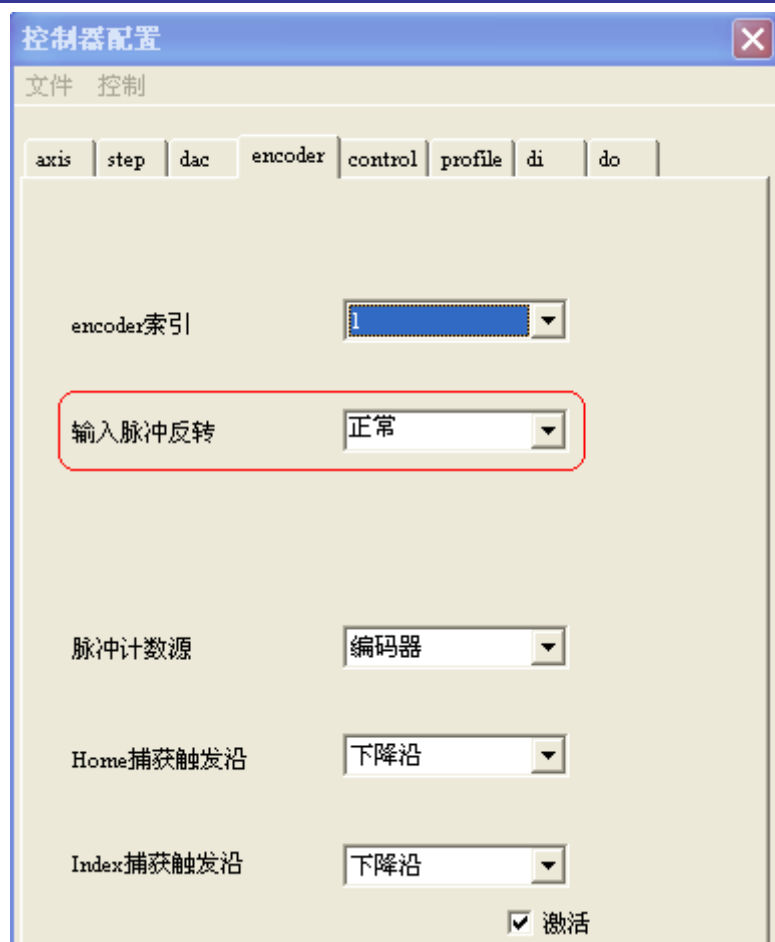

图 4-37 闭环配置示例之 encoder 配置界面
- (14) 选择 encoder（选项用来配置脉冲计数源以及 Home 捕捉以及 Index 捕捉边沿），配置成如图 4-9 所示，也即默认配置。如果电机正反馈，可以修改“输入脉冲反转”为“正常”（默认为“取反”），使电机控制正常，如图 4-37 所示。